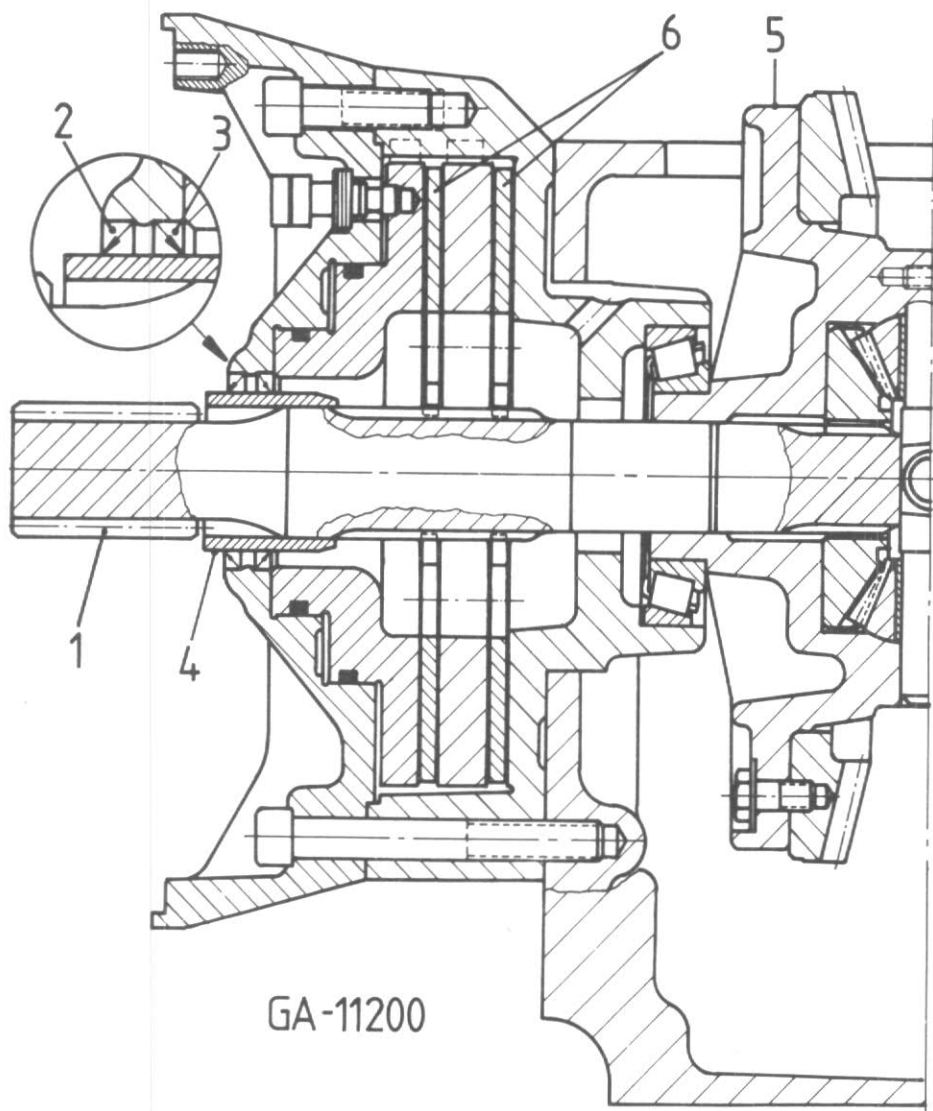

Figure 137
Au montage des transmissions finales et des trompettes, il est nécessaire d'introduire les arbres de différentiel (1) Figure 137 à la main pour éviter de détériorer les joints d'huile (2 et 3).